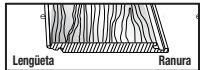
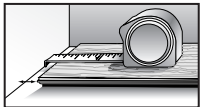

Figura 7
Figura 8
• Comenzando desde la IZQUIERDA con la lengüeta orientada hacia la pared (Figura 7), cuidadosamente coloque el primer tablero en su lugar (Figura 8). Utilice cuñas de 1/2" (13 mm) o material de desecho (Figura 9) a lo largo de la pared para sostener la plancha en su lugar mientras proporciona el espacio de expansión requerido.